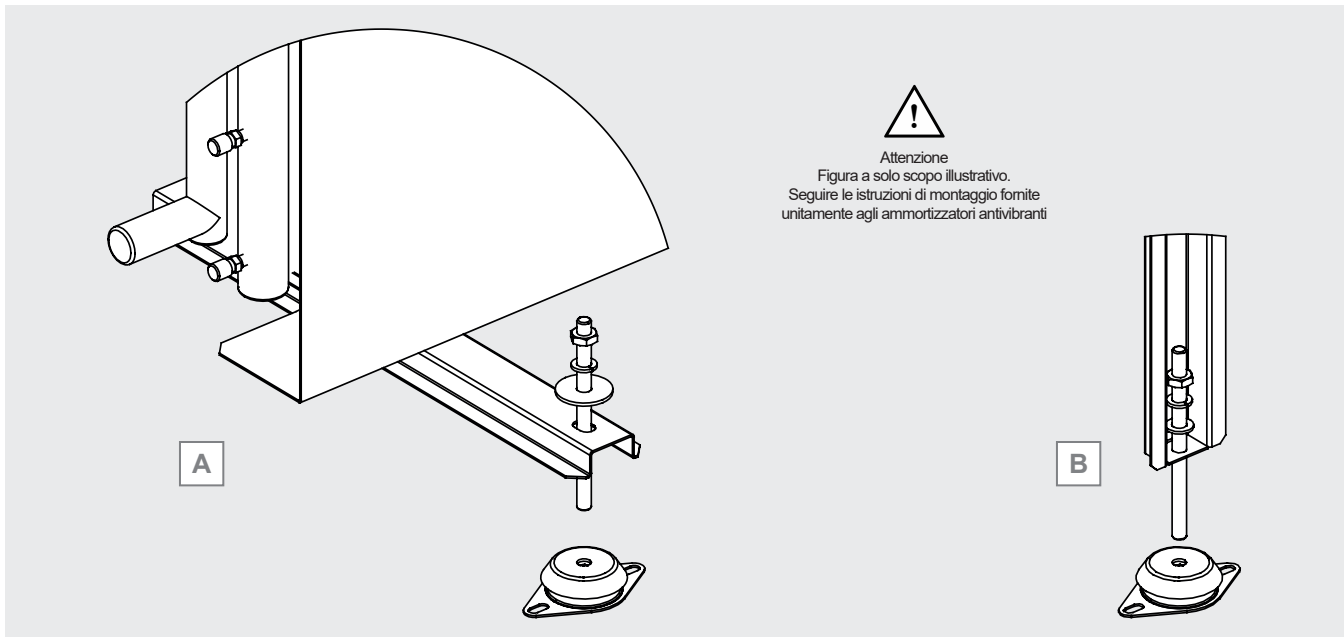

Figura 5
6.6 Il modello deve essere saldamente ancorato alla base d'appoggio, utilizzare tutti i punti di fissaggio. Per prevenire la trasmissione del rumore, impiegare eventualmente degli ammortizzatori. Si veda la Figura 5 A per il modello a flusso d'aria orizzontale (standard) e B per il modello a flusso d'aria verticale (opzionale).